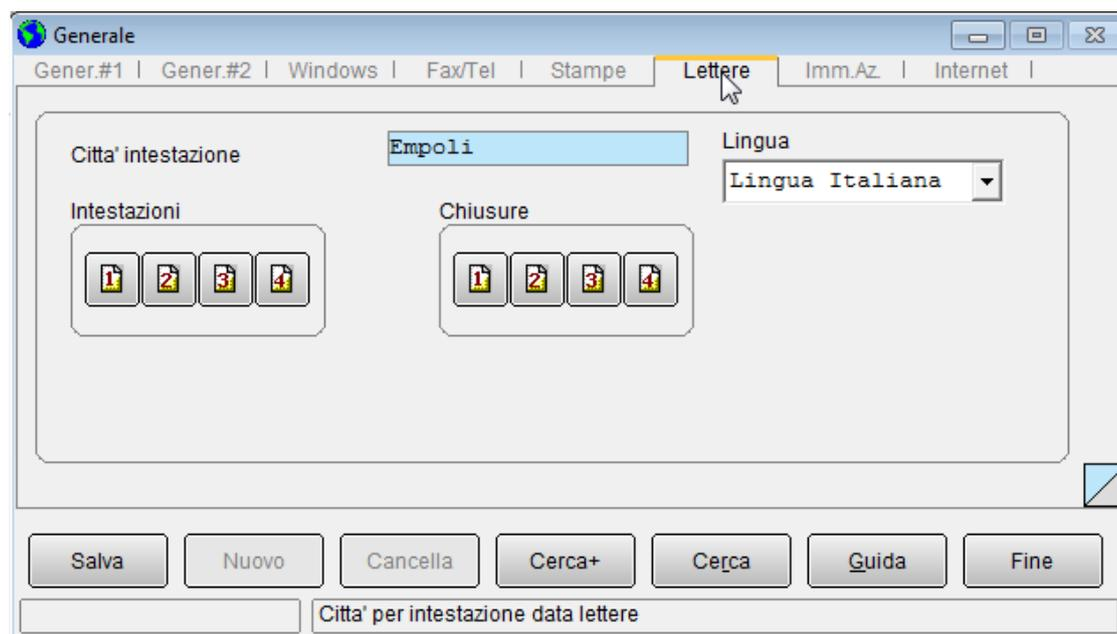

Figura 10
La sesta pagina, etichettata come *Lettere* consente di configurare la gestione delle lettere di sollecito pagamento, che sono generate durante la consultazione a video delle schede contabili (Figura 10).
**Città intestazione** è la **città** che la procedura userà per datare le lettere. I pulsanti **Intestazioni** e **Chiusure** attivano un editor che consente di definire i dati d'interesse (Figura 10).